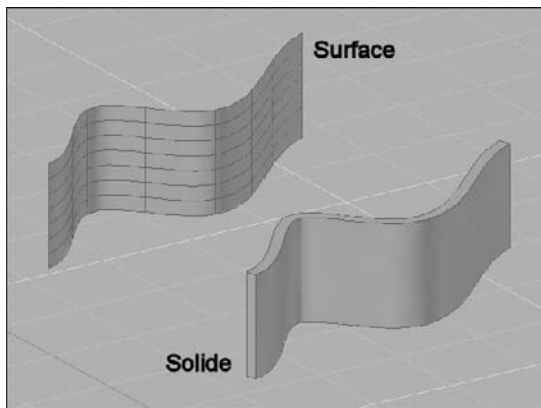

Fig.19.5
- 3 Spécifiez l'épaisseur et appuyez sur Entrée (fig.19.5).